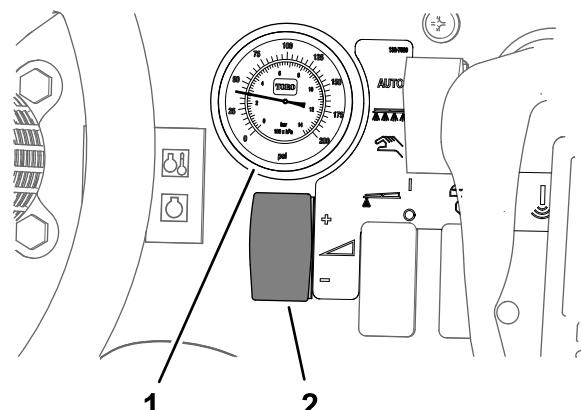

図 49
2. レートスイッチを使って、水圧を調整して約 2.76 bar 40 psi にする図49を参照。